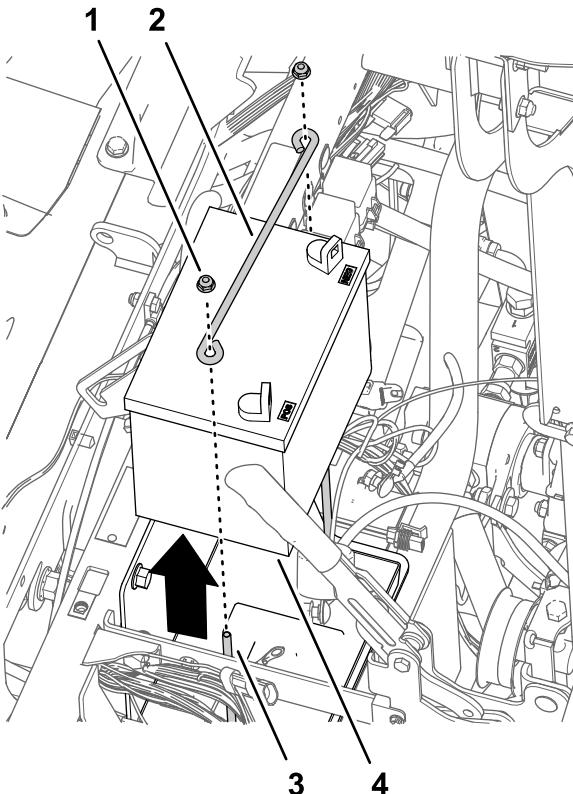

图171
4. 将在 拆卸方向盘 \(页码 60\) 的步骤 2 中卸下的盖子安装到方向盘上 图171。
凸缘锁紧螺母和压紧装置杆 图171。
2. 从机器上卸下电池 图171。